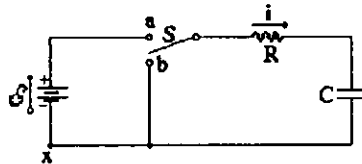

FIGURA 2
Al introducir los capacitores como elementos del circuito permiten establecer el concepto de corrientes que varían con el tiempo. Si en la figura 2 se mueve el interruptor S hasta la posición a, la corriente que se establece en el circuito de una sola malla sera.
Para la descarga del capacitor el interruptor S de la figura 2 ha estado en la posición a durante un tiempo t tal que $t \gg RC$. El capacitor se ha cargado completamente, entonces el interruptor S se mueve hacia la posición b y no existe fem en el circuito y la Ec (1) del circuito, con $\varepsilon=0$ es
El signo negativo indica que la corriente está en el sentido opuesto al mostrado al de la figura 2. Esto debería suceder así ya que el capacitor se está descargando y no cargando.